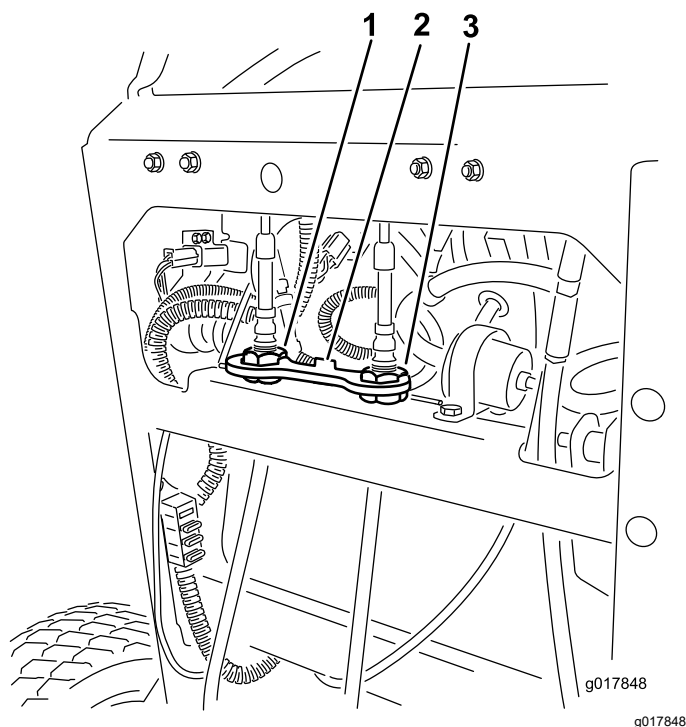

Figura 70
6. Montate il blocco del cavo sui dadi di regolazione del cavo per fissare la regolazione (**Figura 70**).